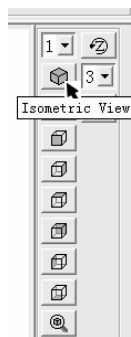
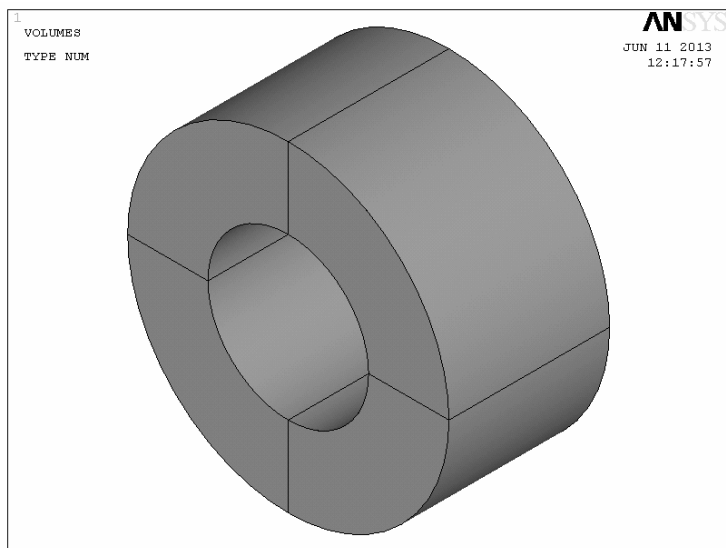

图 2-141 视图工具条
图 2-142 改变观察角度后的圆筒
(10) 单击操作界面右侧视图工具条中的“Isometric View”（见图 2-141），改变视图的观察角度。改变观察角度后的视图如图 2-142 所示。如果将鼠标指向模型（即 A 杆），用 Ctrl+鼠标左键可以平移视图，滚动鼠标的中键可以缩放视图，用 Ctrl+鼠标右键可以旋转视图。